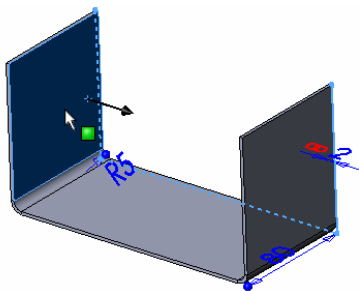

图 9-42 选择草图基准面
- ① 选择菜单栏中的“插入”→“钣金”→“薄片”命令, 或者单击“钣金”工具栏中的“基体-法兰/薄片”图标。系统提示, 要求绘制草图或者选择已绘制好的草图。
- ② 单击鼠标左键, 选择零件表面作为绘制草图基准面, 如图 9-42 所示。